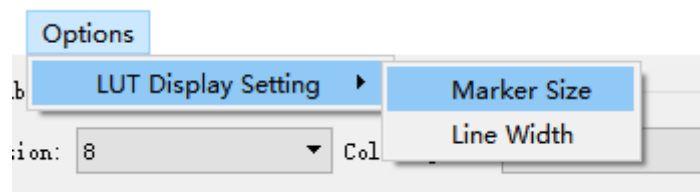

图2-6-6
6.Options：支持LUT的显示设置，可以调整标记点的大小及线宽，如图2-6-6所示。